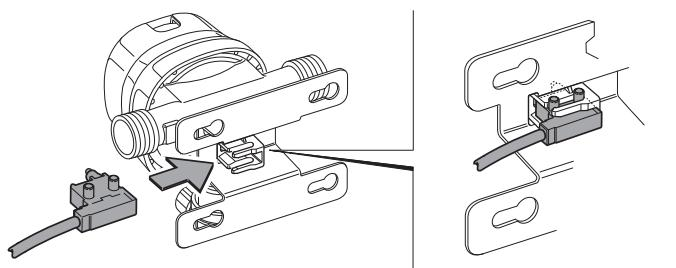

Fig. 4
❶ La description suivante est fournie à titre d'exemple et s'applique au DuoControl CS horizontal et vertical.
- ▶ Insérer l'émetteur par le côté dans l'attache du DuoControl CS (Fig. 4). L'émetteur doit s'enclencher dans l'attache de manière perceptible.